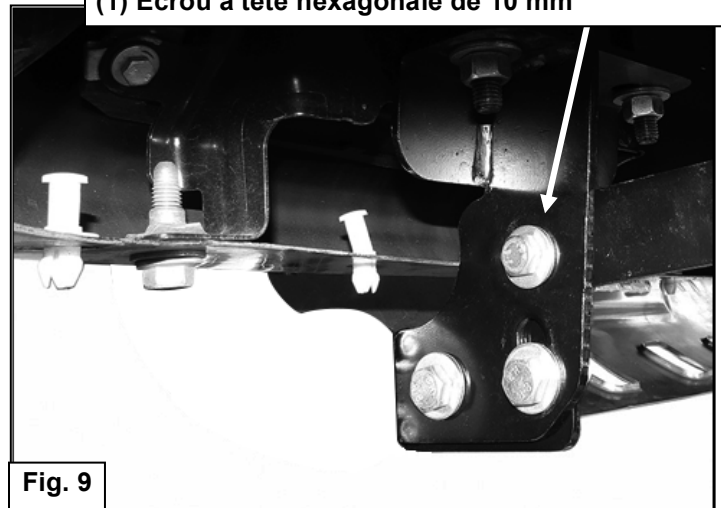

Fig. 9
4. Ensuite, sélectionner le support du pare-buffle côté conducteur, fixer le support à l'extrémité du pare-buffle (**Figure 8**) en utilisant (2) ensembles de boulons (**Figures 9**). Ne pas serrer complètement pour l'instant. Répéter cette **étape** pour installer le support de pare-buffle côté passager.
5. Avec l'aide d'une autre personne, positionner le pare-buffle avec les supports de pare-buffle sur le côté intérieur des supports de fixation. Utiliser les (4) boulons à tête hexagonale M12 x 1,75 mm de 35 mm, les (8) rondelles plates de 12 mm, les (4) rondelles de blocage de 12 mm et les (4) écrous hexagonaux de 12 mm fournis pour fixer les supports de pare-buffle sur les supports de fixation (Figures 9 et 10).